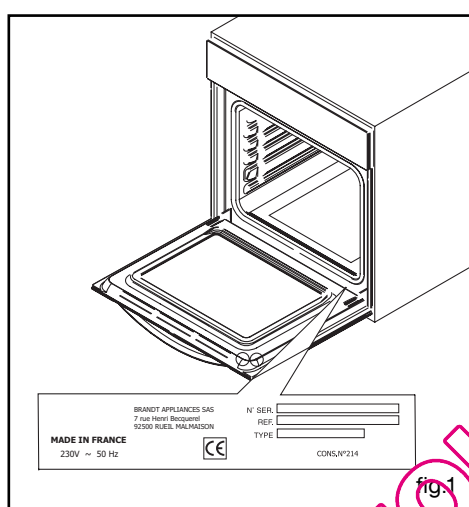

fig.1
- Ouvrez complètement la porte et la bloquer à l'aide de deux butées rouges (fig.1). Elles sont fournies dans la pochette plastique de votre appareil.
- Ouvrez complètement la porte et la bloquer à l'aide des butées rouges (fig.1). Elles sont fournies dans la pochette plastique de votre appareil.
Décrochez le gradin fil (B fig.2) à l'avant en le soulevant (schéma A fig.1). Tirez vers soi l'ensemble du gradin, le soulever afin de décrocher l'attache de fixation arrière (schéma B fig.1). Le sortir des 2 trous (C fig.2) de la paroi catalytique et du moufle du four. Retirez ensuite la paroi catalytique (A fig.2). Remplacez les nouveaux éléments (gradins) en effectuant les opérations inverses.
A l'intérieur du four (fig.1).
Les éventuelles interventions sur votre appareil doivent être effectuées par un professionnel qualifié dépositaire de la marque. Lors de votre appel, mentionnez la référence complète de votre appareil (modèle, type, numéro de série). Ces renseignements figurent sur la plaque signalétique (fig. 1).